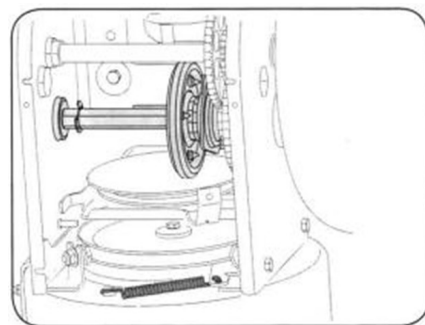

Рисунок 11
2. Нанести тонкий слой всепогодной многоцелевой смазки на шестигранный вал (см. Рисунок 11).